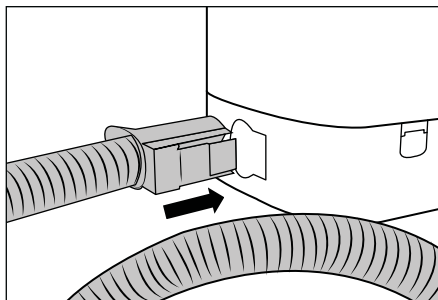

Fig. 2
- ◆ Enfichez le flexible de pulvérisation/aspiration 19 dans le raccord du flexible de pulvérisation/aspiration 17 de l'appareil jusqu'à ce que la touche de déverrouillage 21 s'enclenche (voir fig. 2).